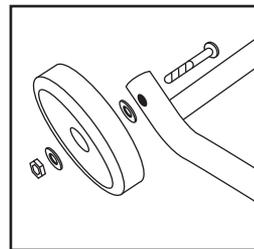

Fig. 12
- Collegare le ruote **7** nella loro posizione operativa sul componente **3** (**Fig. 12**). Non stringere le ruote eccessivamente. Ciò potrebbe impedir loro di muoversi liberamente.